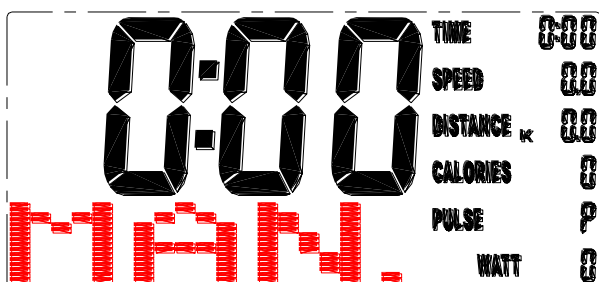

Bild 3
3. Manual (manuell) blinkar i viloläget (bild 3). Du kan trycka på UP och DOWN för att välja träningsläge bland MANUAL / PROGRAM / USER PROGRAM (användarprogram) / H.R.C. (puls) / WATT (bild 4~7). Tryck på MODE som bekräftelse. Displaten öppnar MANUELLT läge för träning utan val.